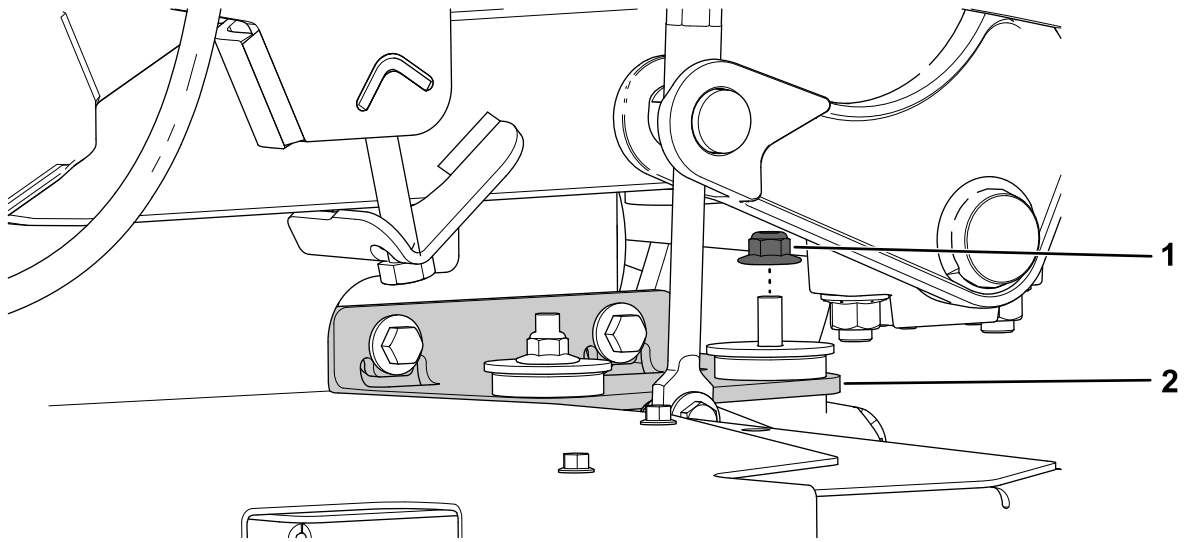
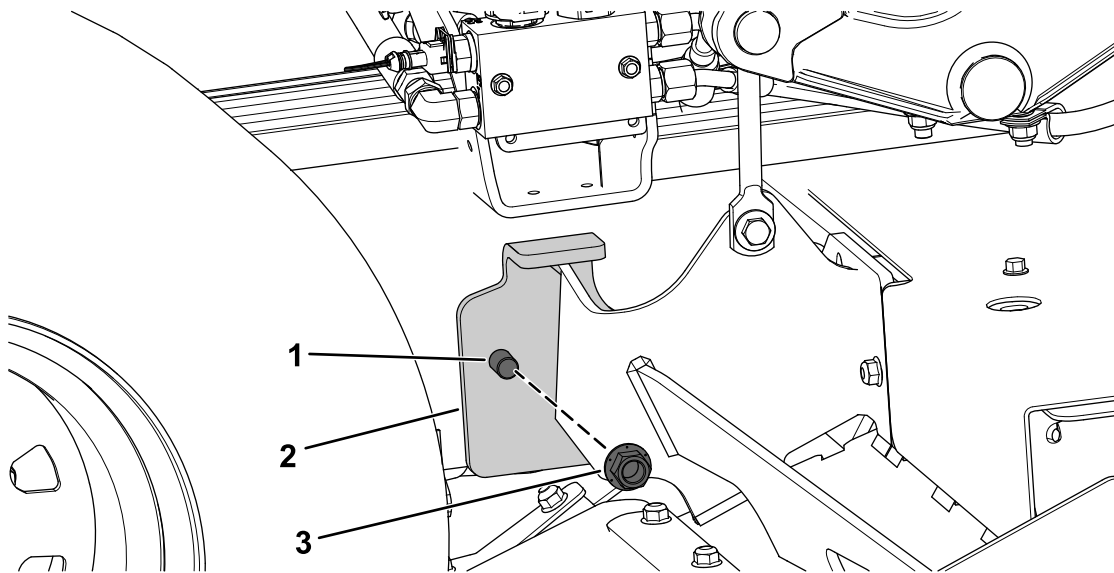

Рисунок 16
Рисунок 17
5. Видаліть передню праву фланцеву гайку ($\frac{3}{8}$ дюйма) з кріплення редуктора, а також болт з шестигранною головкою ($\frac{1}{2}$ x $2\frac{1}{2}$ дюйма), шайбу та контргайку ($\frac{1}{2}$ дюйма) з кожного кронштейна деки газнокосарки (Рисунок 16 та Рисунок 17).